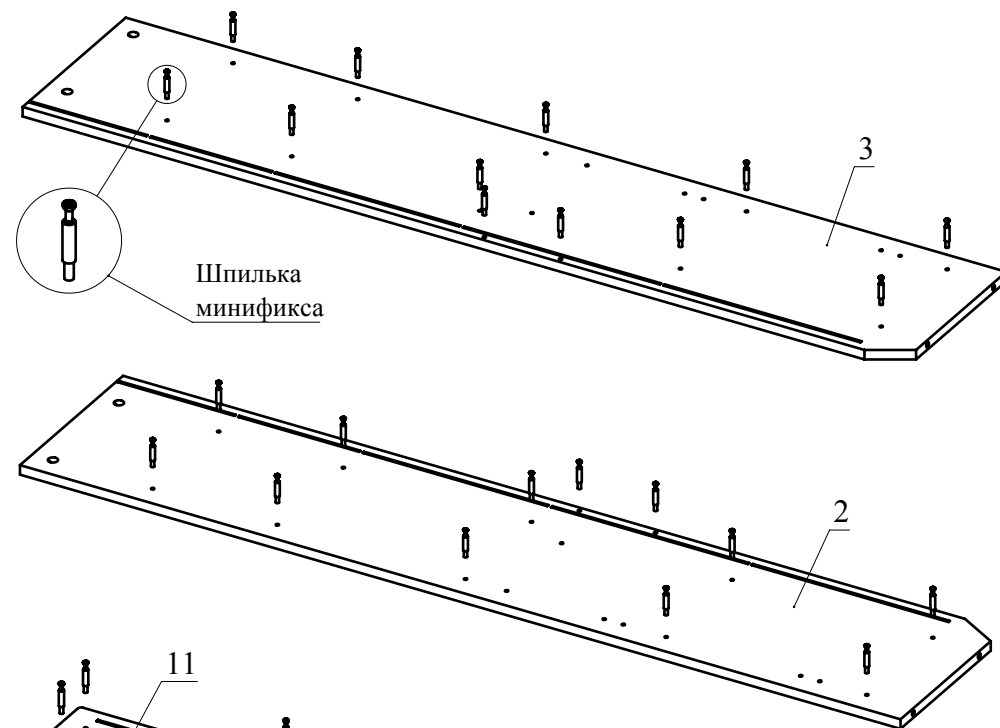

Рис.1
1. Вкрутите шпильки минификсов в детали 1, 2, 3, 11 (Рис. 1).